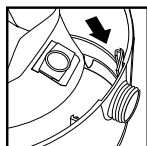

FIGURA 24
33. Deslice el deflector de entrada con la bolsa filtrante acoplada en la guía del deflector. **FIGURA 24.**